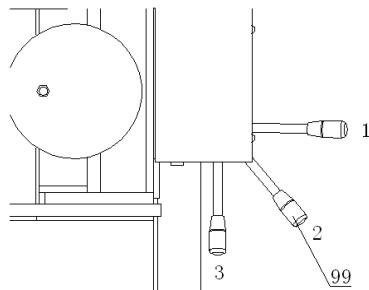

Figure 10
Mettez le levier de sélection (99) en position 3. (Figure 10).
Mettez le levier de sélection (99) en position 1. (Figure 10)